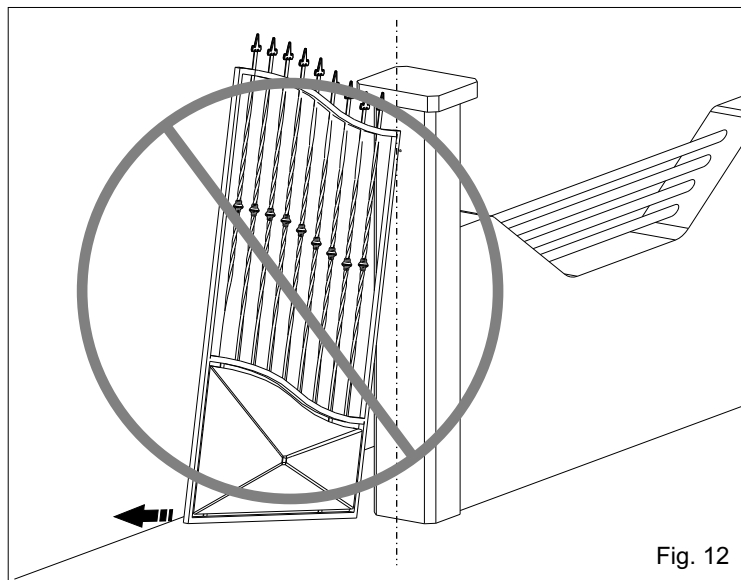

Fig. 12
**3.8.** Faire très attention à ne pas positionner le vantail en dehors des axes (Fig. 12 et 13). L'arbre doit coïncider avec l'axe de rotation de la charnière et être à une distance minimum de 60mm de la colonne (Fig. 14).